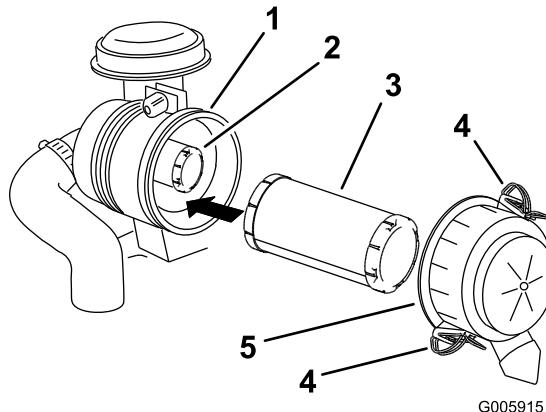

Figura 49
- Abra los cierres del limpiador de aire y tire de la tapa del limpiador de aire para separarla del cuerpo del limpiador de aire (Figura 49).
- Extraiga con cuidado el filtro primario del cuerpo del limpiador de aire (Figura 49).
- Si va a cambiar el filtro interno, deslícelo cuidadosamente en el cuerpo del filtro (Figura 49).
3. Deslice cuidadosamente el filtro primario por encima del filtro interno (Figura 49).
5. Sujete la tapa con los enganches (Figura 49).